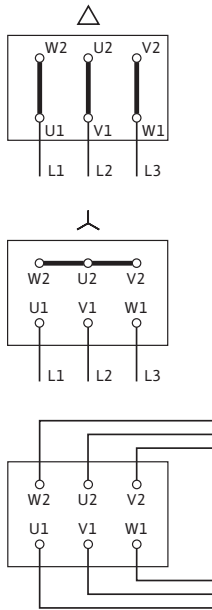

Fig. 11: Ligação de rede
- O esquema de ligações eléctricas encontra-se na tampa da caixa de bornes (ver também fig. 11).
- A ligação de rede à placa de terminais depende da potência do motor  $P_2$ , da tensão e do tipo de arranque. A ligação necessária das pontes de ligação na caixa de bornes deve ser consultada na tabela e fig. 11 seguintes.